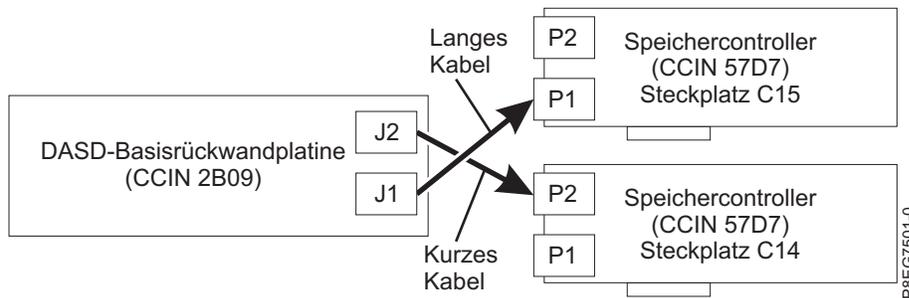

Abbildung 8. SAS-Kabel in einer Konfiguration mit unterteilter Festplatte wieder anschließen
- Das kurze SAS-Kabel verbindet den Anschluss an der Rückwandplatine des oberen Plattenlaufwerks (J2) mit dem Anschluss P2 am Adapter in Steckplatz P1-C14. Das lange SAS-Kabel verbindet den Anschluss an der Rückwandplatine des unteren Plattenlaufwerks (J1) mit dem Anschluss P1 am Adapter in Steckplatz P1-C15. Siehe Abb. 8.